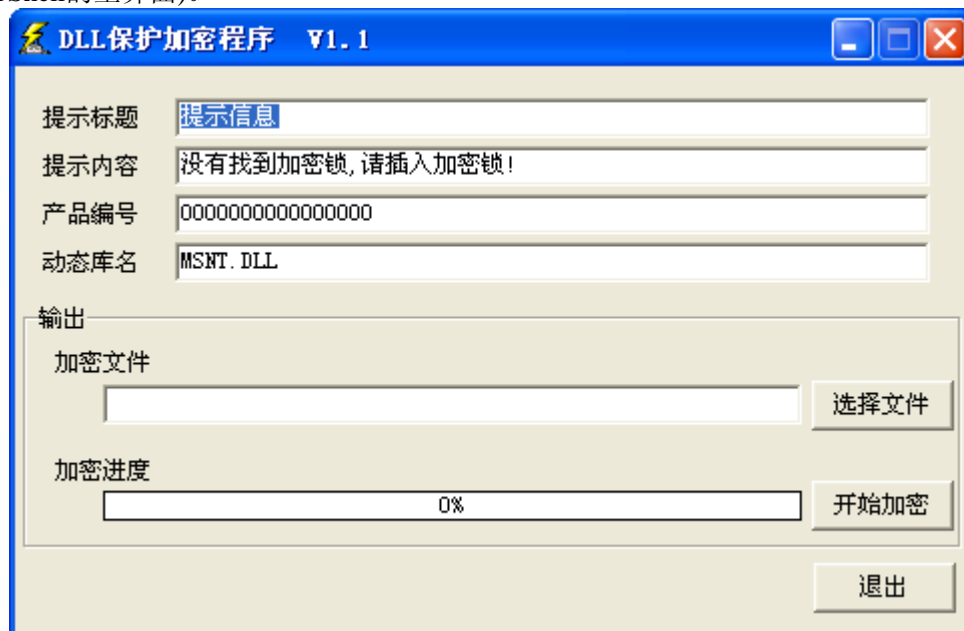

图 7.16 DIINTShell 主界面
5. 双击“D:\NT112 DLL文件保护\DIINTShell.exe”文件，将会弹出如图7.16所示的对话框(DIINTShell的主界面)。